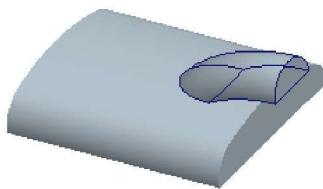

图 2.10 扫掠特征
Step6. 创建图 2.10 所示的扫掠特征。
- (1) 在 **实体** 区域中单击 后的小三角，选择 **扫掠** 命令后。系统弹出“扫掠”对话框。
- (2) 在“扫掠”对话框的 **默认扫掠类型** 区域中选中 **单一路径和横截面** 单选项，其他参数接受系统默认设置值，单击 **确定** 按钮。